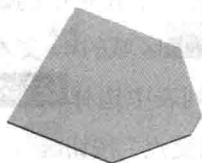
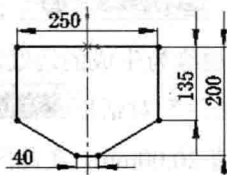

图 2.2 基体-法兰
图 2.3 横断面草图
Step2. 创建图 2.2 所示的钣金基础特征——基体-法兰。选择下拉菜单 **插入(I)** → **钣金(B)** → **基体法兰(A)...** 命令（或单击“钣金”工具栏上的“基体法兰/薄片”按钮 ）；选取前视基准面作为草图平面，在草图环境中绘制图 2.3 所示的横断面草图，选择下拉菜单 **插入(I)** → **退出草图** 命令，退出草图环境，此时系统弹出“基体法兰”对话框；在 **钣金参数(S)** 区域的 **厚度** 文本框中输入厚度值 3.00mm，在 **折弯系数(A)** 区域的下拉列表中选择 **因子** 选项，把 **K** 文本框的因子系数改为 0.4，在 **自动切释放槽(I)** 区域的下拉列表中选择 **矩形** 选项，选中 **使用释放槽比例(A)** 复选框，在 **比例(T):** 文本框中输入比例系数值 0.5；单击 **确定** 按钮，完成基体-法兰的创建。